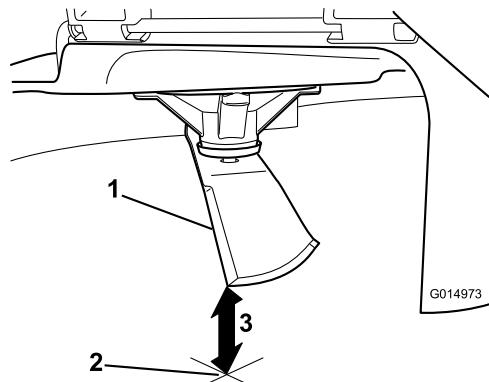

Рисунок 68
5. Измерьте расстояние от конца ножа до плоской поверхности (Рисунок 68).